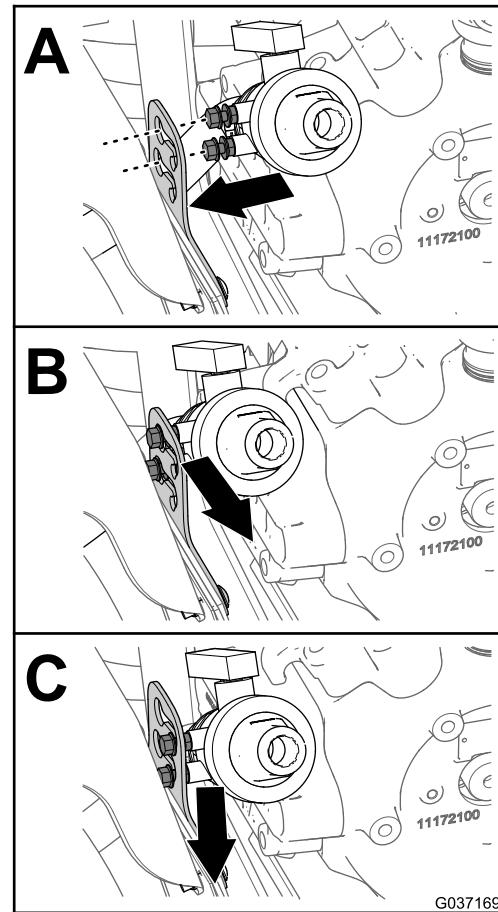

图13
6. 将排水阀的锁紧螺母与排水阀支架上锁孔槽中的孔对齐 (图13)。
7. 向外下方移动排水阀, 以便将排水阀固定到支架 (图13 中的 B 和 C)。